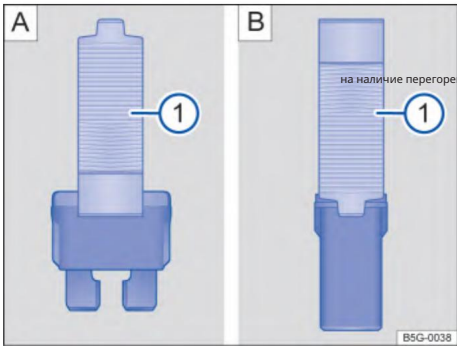

Рис. 178 Используйте пластиковые щипцы для извлечения или установки предохранителей:
предохранителя - при необходимости снимите пластиковый хомут с крышки соответствующего блока предохранителей Рис. 178 1
- В зависимости от типа предохранителя отрегулируйте губки пластикового зажима в положение Рис. 178 1 или Рис. 178 1 и зажмите предохранитель сбоку. - Вытащите предохранитель. -